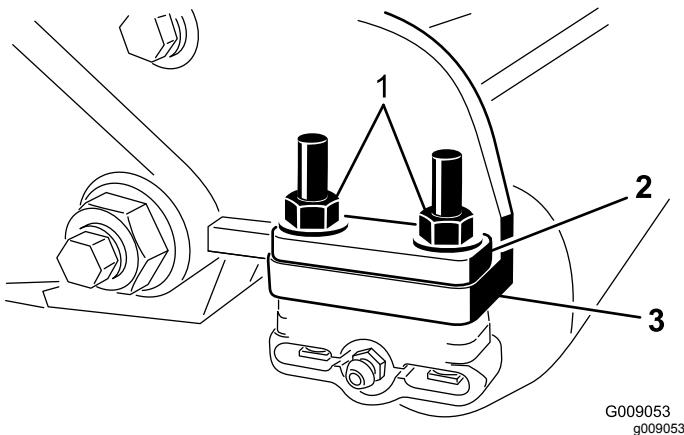

Figura 7
6. Togliete i 2 dadi di bloccaggio flangiati che fissano ogni staffa del rullo alle piastre laterali (Figura 7). Non togliete i bulloni. **Togliete anche tutti i distanziali da 6 mm situati sulla parte superiore della flangia di montaggio della piastra laterale.**